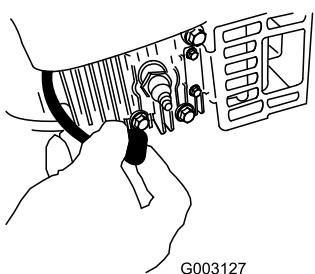

Figure 43
- Débranchez la bougie (Figure 43) avant de procéder à un quelconque entretien.